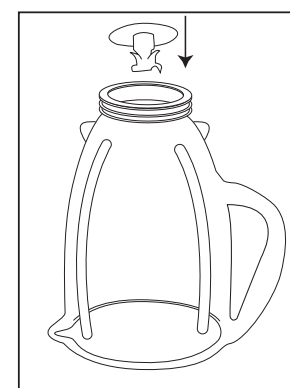

FIGURE 3
- Mettre la lame à l'intérieur du récipient. (Figure 3)